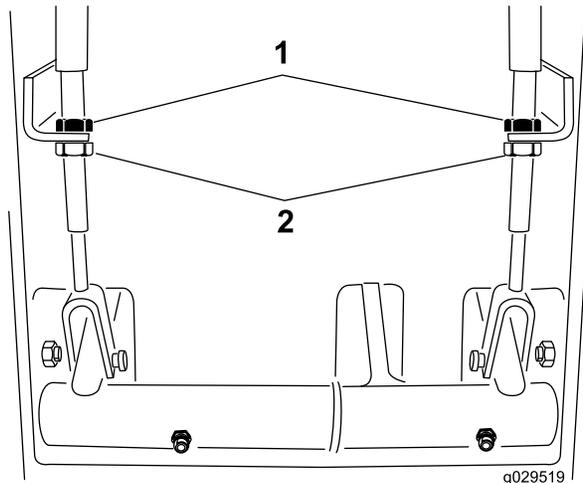

図 74
2. 遊びを減らすブレーキを締めるには、ブレーキケーブルのねじ山の前ナットをゆるめる 図 74。